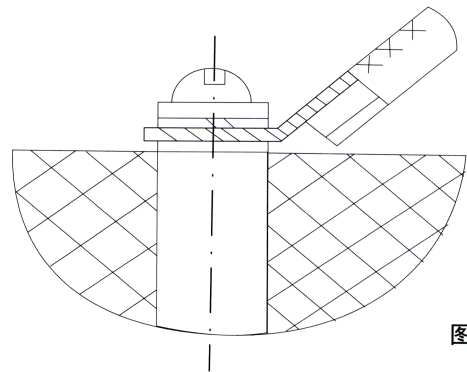
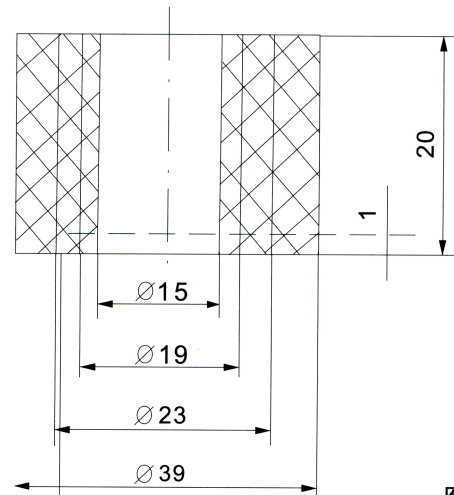

图1
图2
- 6、电缆外表面应光滑平整，其外径应与密封圈内径相同。密封圈尺寸及有关技术参数（见右图1、图2）。